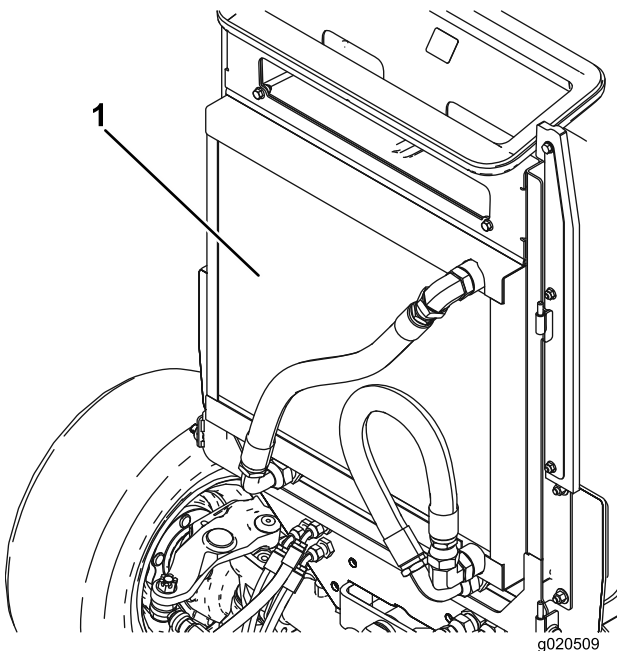

Рисунок 118
5. Тщательно очистите сжатым воздухом обе стороны радиатора и маслоохладителя (Рисунок 118).